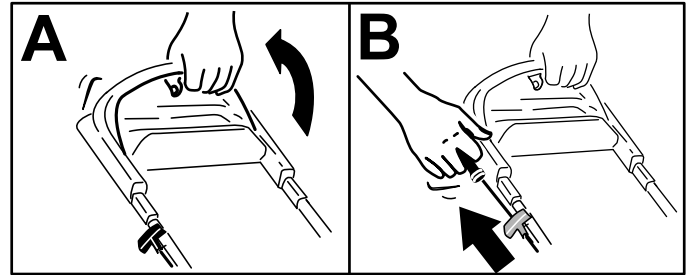

Bild 13
1. Drücken Sie den Schaltbügel gegen den Holm (A in Bild 13).
2. Ziehen Sie leicht am Rücklaufstartergriff, bis Sie einen Widerstand spüren. Ziehen Sie ihn dann kräftig durch und lassen ihn langsam in die Seilführung am Holm zurückgehen (B in Bild 13).